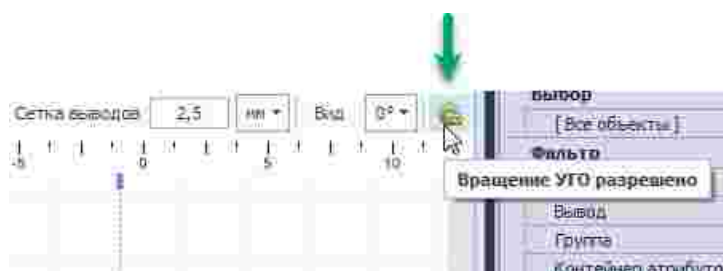

Рис. 252 Выключение запрета на вращение УГО
2. В редакторе УГО выключите запрет на вращение УГО, Рис. 252.